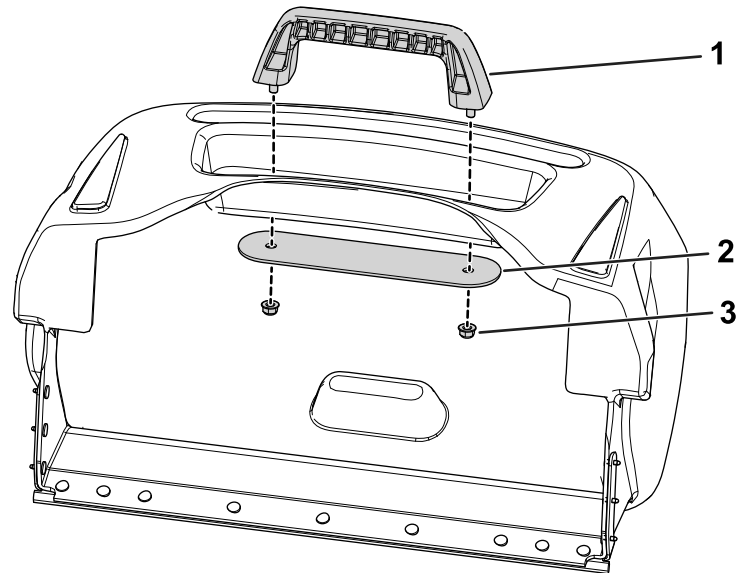

Bild 18
3. Entfernen Sie die Komponenten des Griffs (Griff, Stützplatte und Muttern) vom Grasfangkorb (Bild 18).
2. Befestigen Sie den Griff und die Stützplatte wieder am Grasfangkorb mit den zuvor entfernten Muttern (Bild 18).